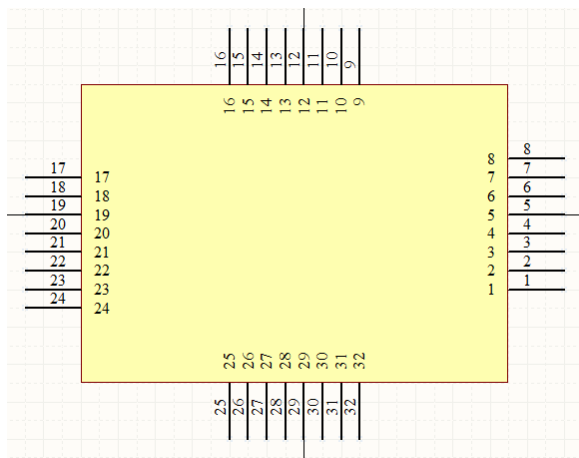

图 19-9 STC15W4K60S4 单片机初始符号
3) 按下 P + P 快捷键, 进入放置引脚状态, 然后按下 Tab 键, 在打开的属性对话框中将引脚的 Designator 和 Display Name 都设为 1, 单击 OK 按钮返回库编辑环境后依次放置 32 个引脚, 放置后的结果如图 19-9 所示。